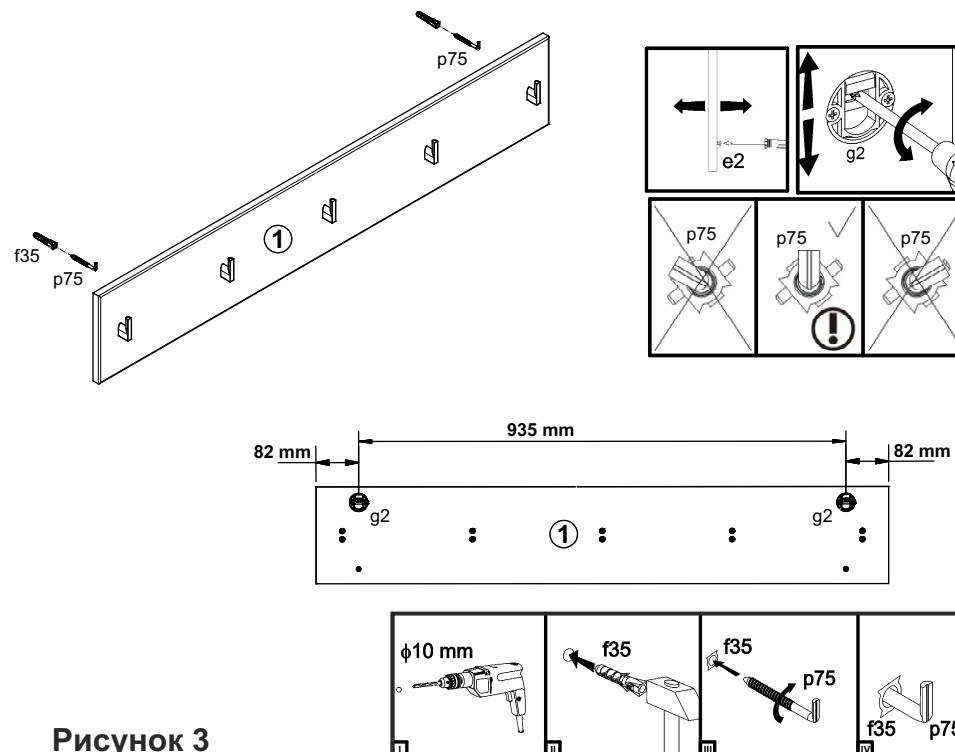

Рисунок 3
9. Навесить полку на выступающие из стены крючки (см.рис. 3).
10. В случае необходимости отрегулировать наклон полки относительно горизонтали, регулируя кронштейны **g2**, и относительно вертикали, регулируя выступ еврошурупов **e2** с помощью крестообразной отвертки, как показано на **рис. 3**.
5. Для навешивания изделия на стене с помощью карандаша и линейки разметить отверстия, как показано на **рис. 3**.
7. Вбить в отверстия в стене пластмассовые дюбеля **f35** (см.рис. 3).
8. Вкрутить в дюбеля **f35** крючки для навешивания **p75** (см.рис. 3).